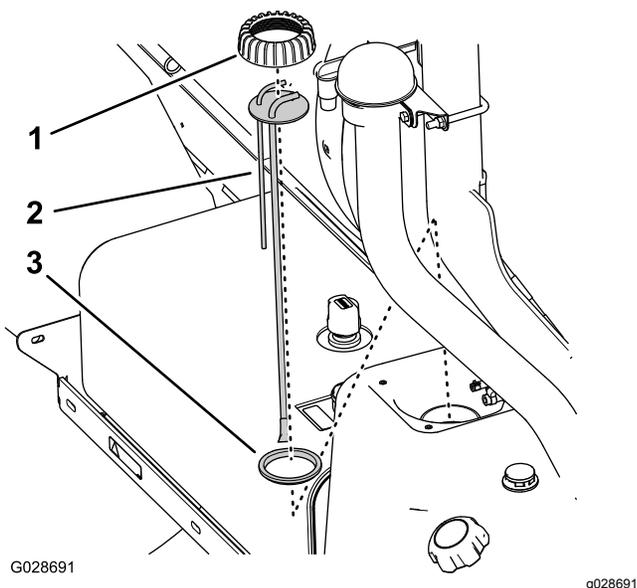

Figura 58
5. Gire el tapón del tubo montante en sentido antihorario, y retire el tapón (Figura 58).
6. Retire el conjunto de tubo montante del depósito de combustible (Figura 58).
1. Coloque el tapón del tubo montante sobre el tubo montante y monte el tubo montante sobre la junta, como se indica en Figura 58.
2. Alinee el tapón, el tubo montante y la junta con el depósito e introduzca el nuevo conjunto de tubo montante con cuidado en el depósito de combustible (Figura 58).
3. Enrosque el tapón en el cuello del depósito de combustible y apriételo a mano (Figura 58).